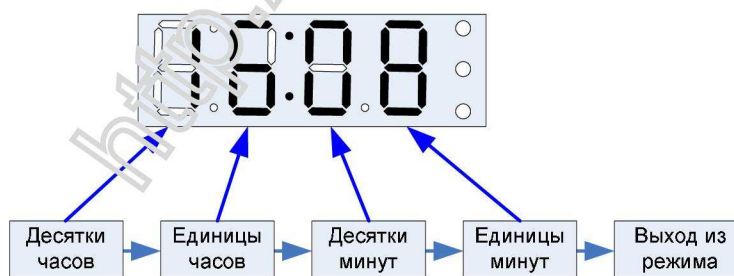

Рис. 20
2.5.4 В режиме «Установка времени» длительное нажатие, не менее 2 сек. и не более 5 сек., производит выбор следующего разряда для корректировки. Перебор разрядов происходит согласно Рис. 20.